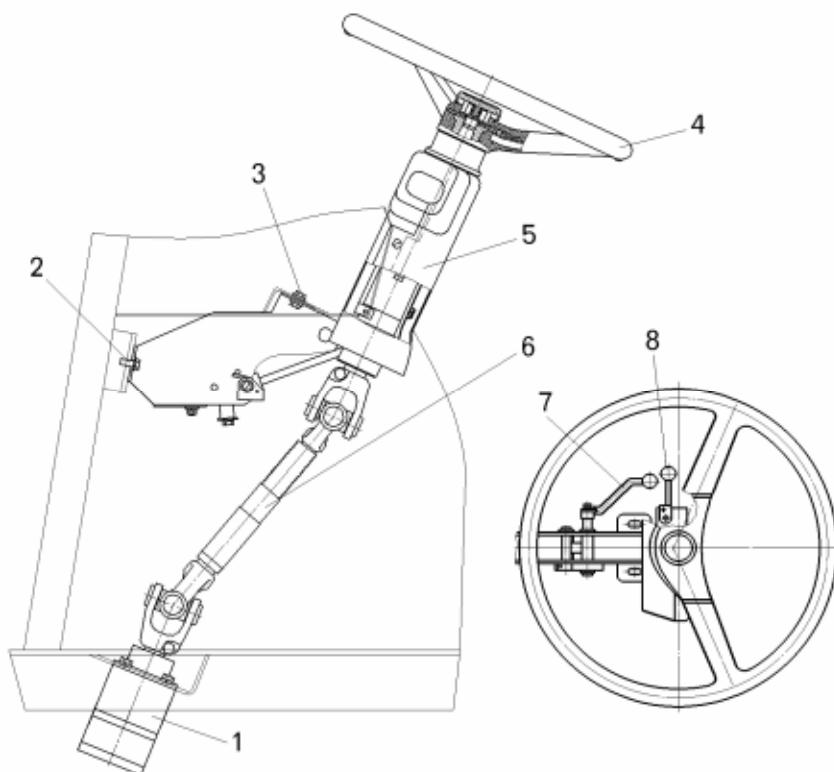

Рисунок 9.1 – Механический привод гидравлического рулевого механизма:
- снять переключатели указателей поворота, света фар, стеклоочистителя и стеклоомывателя (рисунок 9.1);
- отсоединить карданный вал 2 от вала рулевого механизма 1 (рисунок 9.1);
- отвернуть винт с торца оси 20 и снять рукоятку 5 (смотри рисунок 9.1);